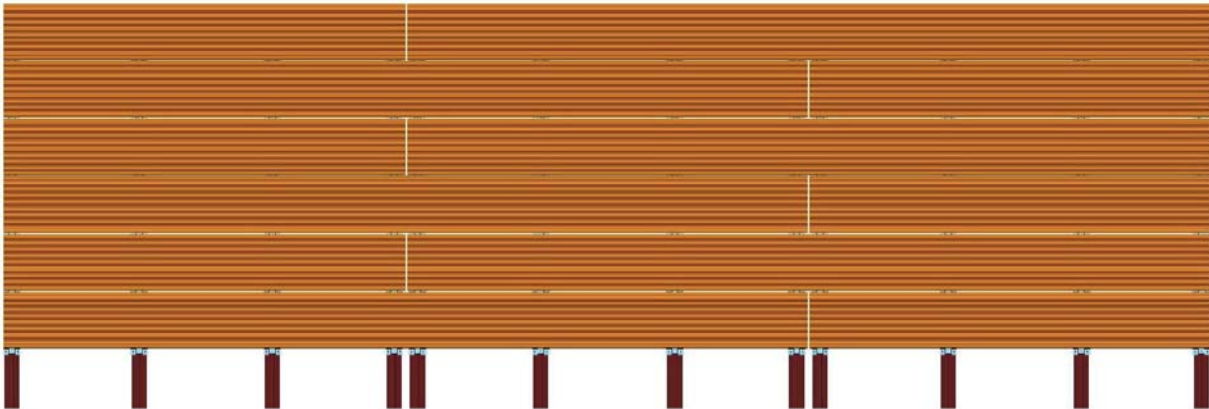

Figure 3
**Les solives doivent être fixées au sol sur toute leur longueur, figure 3 et 4.**
Pour la disposition décalée ou en panneaux, il faut installer deux solives au niveau du raccord des deux lames bout à bout, comme le montre l'exemple des figures 3 et 4. **Ne jamais utiliser une seule solive et un seul clip pour relier de deux lames.**